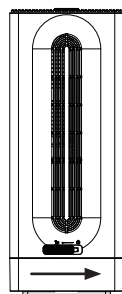

Abbildung 1
2. Schalten Sie den Trockner aus, bevor Sie den Kondensatbehälter entfernen. Schieben Sie die Verriegelung an den Seiten des Geräts zur Seite, wie in Abbildung 1 gezeigt.